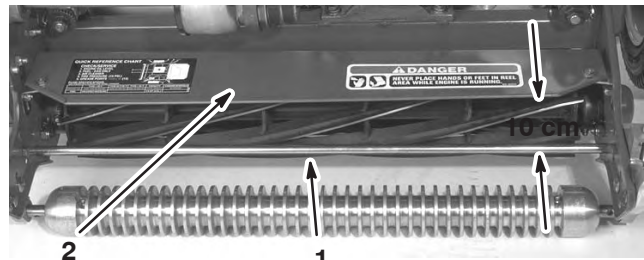

Bild 17
1. Messen Sie den Abstand zwischen dem oberen Ende der vorderen Stützstange und der vorderen Lippe des Schutzblechs an jedem Ende des Mähwerks (Bild 17).